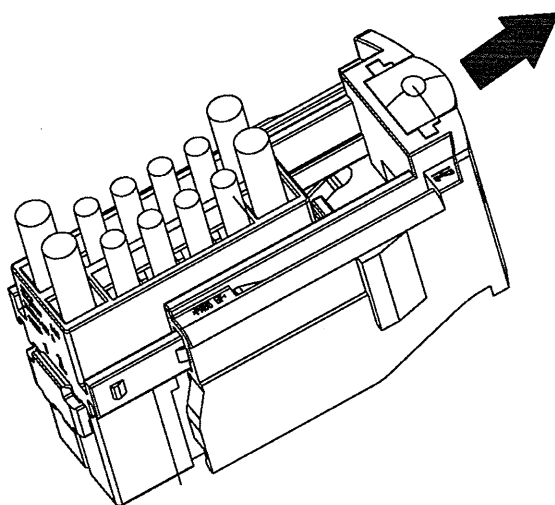

Fig.7
- 1) open the slide on the female connector until the stop position (Fig.7) like shown by arrow
- 1) aprire la slitta sul connettore portafemmine sino alla posizione di stop (Fig.7 come mostrato dalla freccia).